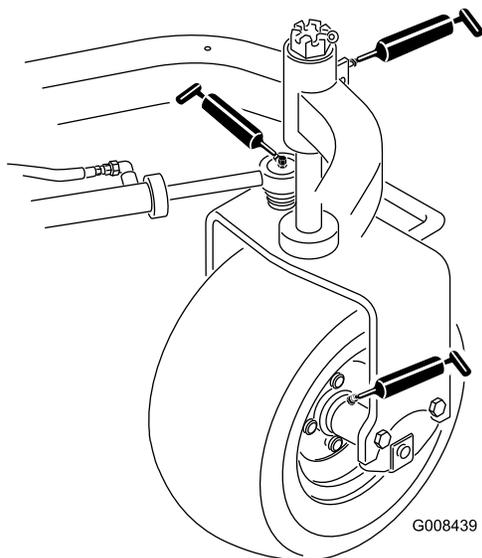

Figura 28
- Cubo da roda traseira (1) (Figura 28)
- Rolamento giratório (1) (Figura 28)
- Cilindro da direção (2) (Figura 28)